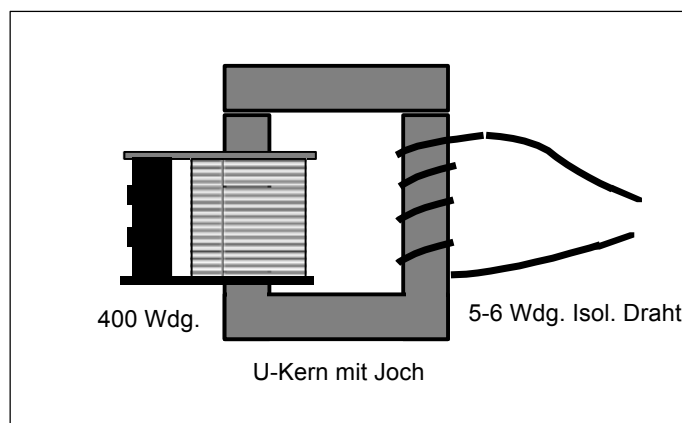

Abb. 2
6. Ersetzen sie die Sekundärspule durch einen dicken isolierten Draht, indem Sie diesen 5-6 mal um den Schenkel des U-Kerns wickeln. Der Draht sollte einen Durchmesser von mindestens 1,5 mm haben (siehe Abb. 2). Stellen Sie das Netzgerät so ein, dass an der Primärspule 6 V anliegen. Schließen Sie nun ein Strommessgerät direkt an die Drahtenden an. Als Lastwiderstand wirkt nun der (niederohmige) Innenwiderstand des Strommessgerätes. Lesen Sie den Strom am Messgerät ab. Messen Sie Anschließend die Spannung an den Drahtenden, nachdem Sie das Strommessgerät entfernt haben.